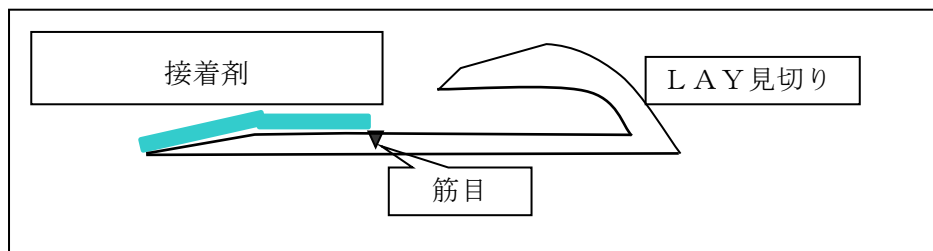

図 1
② LAYセメントの塗布 (図1参照)
② 接着剤の塗布 (図1 参照)